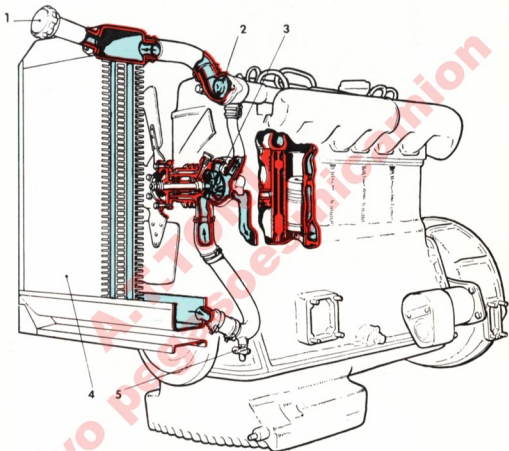

Fig. 2.7 - Circuito de refrigeración
2.7 VALVULA TERMOSTATICA (2, Fig. 2.7)